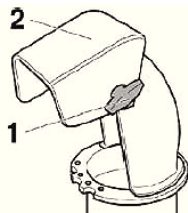

рис.8
9.8 Изменение дальности выброса снега (см. рис. 8)